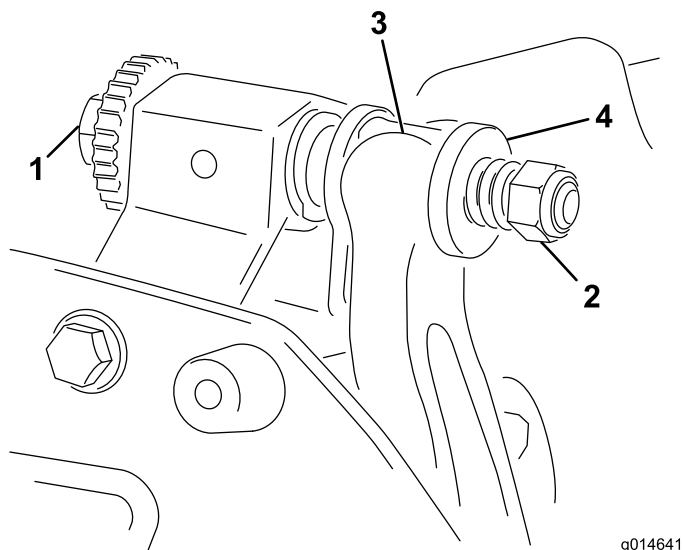

Bild 13
1. Drehen Sie die Einstellschraube des Untermesserträgers nach links, um den Abstand zwischen Untermesser und Spindel zu vergrößern (Bild 13).
2. Drehen Sie die Federspannungsmutter so weit hinaus, bis die Scheibe nicht mehr gegen den Untermesserträger angespannt ist (Bild 13).